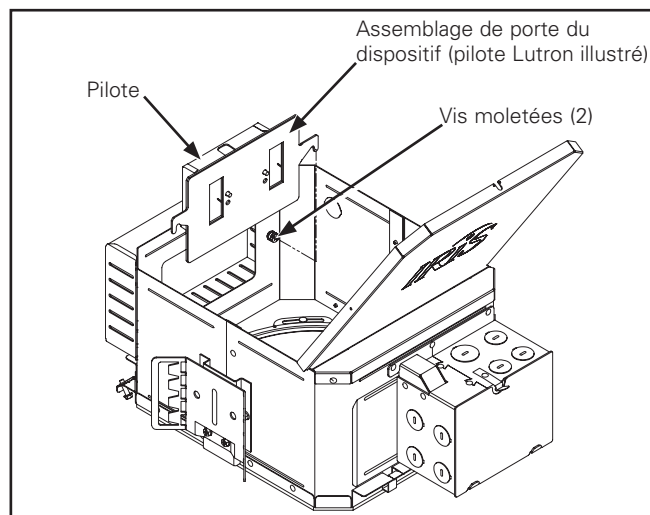

Figure 25.
- Desserrez les deux vis moletées qui retiennent l'assemblage de porte du conducteur à la paroi du boîtier (Figure 25.). Les vis moletées sont confinées, mais ne les serrez pas trop.